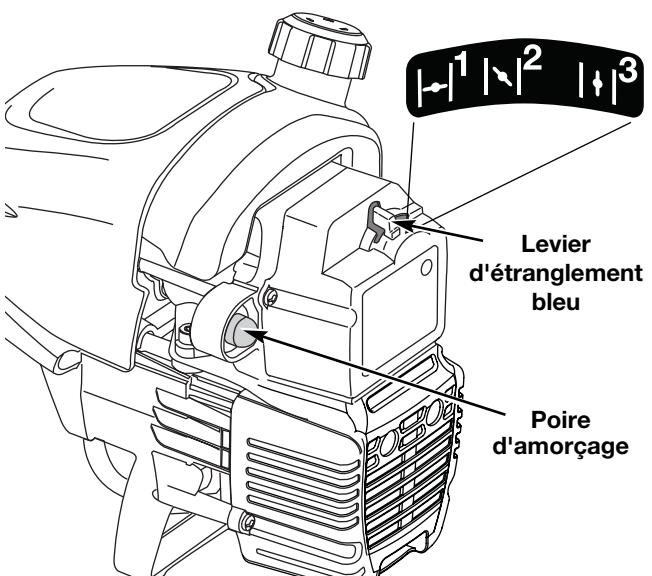

Fig. 7
- 2. Pressez et relâchez la poire d'amorçage à 10 reprises, lentement. Une certaine quantité d'essence **devrait être visible dans la poire d'amorçage** et les conduites d'essence (Fig. 7). Si vous n'apercevez pas d'essence dans la poire, pressez et relâchez la poire autant de fois qu'il le faut pour y voir de l'essence.
- 3. Placez le levier d'étranglement bleu en **position 1** (Fig. 7).
- 5. Placez le levier d'étranglement bleu en **position 2** (Fig. 7).
8. Une fois que le moteur est chauffé, placez le levier bleu d'étranglement en **position 3** (Fig. 7). La machine est prête à être utilisée.
SI... le moteur hésite, remettez le levier en position 2 (Fig. 7) et continuez à le chauffer.